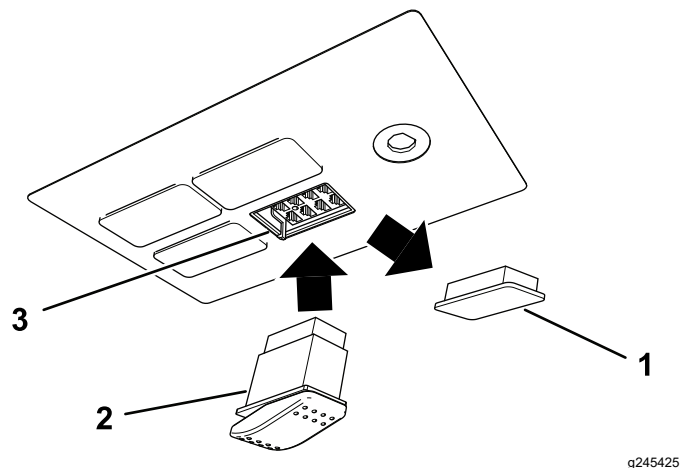

Figura 11
9. Rimuovete ed eliminate il tappo dalla parte anteriore sinistra del pannello interruttori (Figura 11).
10. Inserite il connettore elettrico nell'interruttore e montate l'interruttore nel relativo pannello (Figura 11).